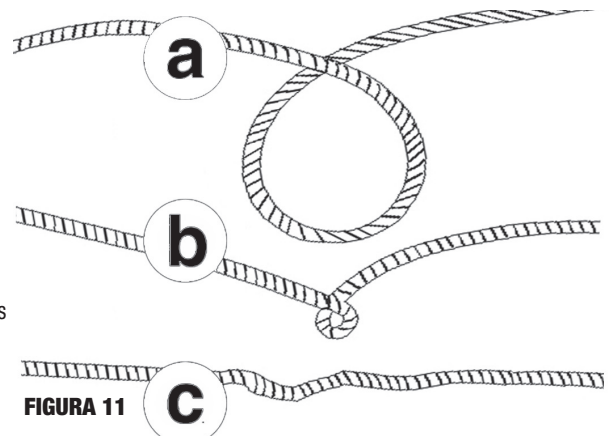

FIGURA 11
- 5. EVITE LOS PLIEGUES EN EL CABLE DE ACERO ANTES DE QUE OCURRAN. (FIGURA 11)**